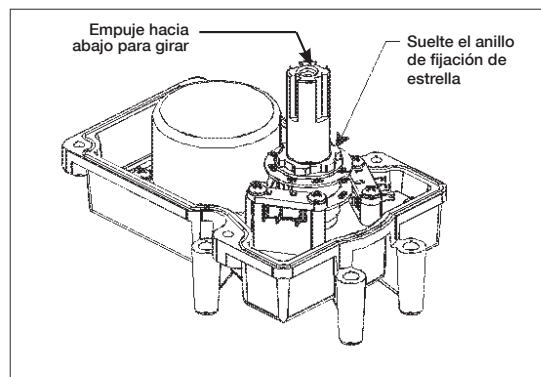
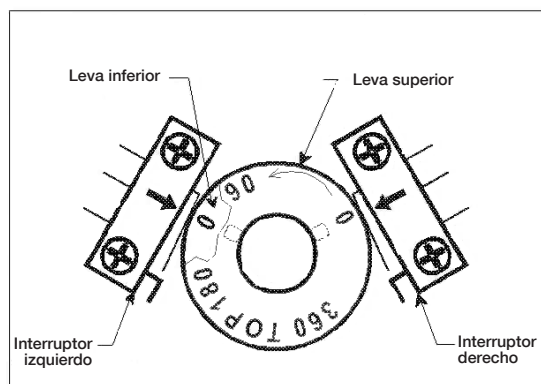

Figura 4. Ajuste de la leva
Figura 5. Levas
2. Retire los cuatro tornillos y la tapa del accionador para ubicar el compartimiento de la leva y el motor. Consulte la Figura 4 para observar la leva.
3. Empuje y gire el eje del accionador (consulte la Figura 4), de modo que la marca de grado 0 se alinee con la flecha en la carcasa del interruptor y la leva inferior se alinee con la flecha, como se muestra en la Figura 5.
4. Consulte la Tabla de ajuste de leva a continuación para conocer los ajustes de leva adecuados y luego, suelte la contratuerca 1/4 de vuelta hacia la izquierda y alinee la marca especificada en las levas con la flecha en las carcassas de los interruptores para restablecer las levas. Consulte la Figura 5.